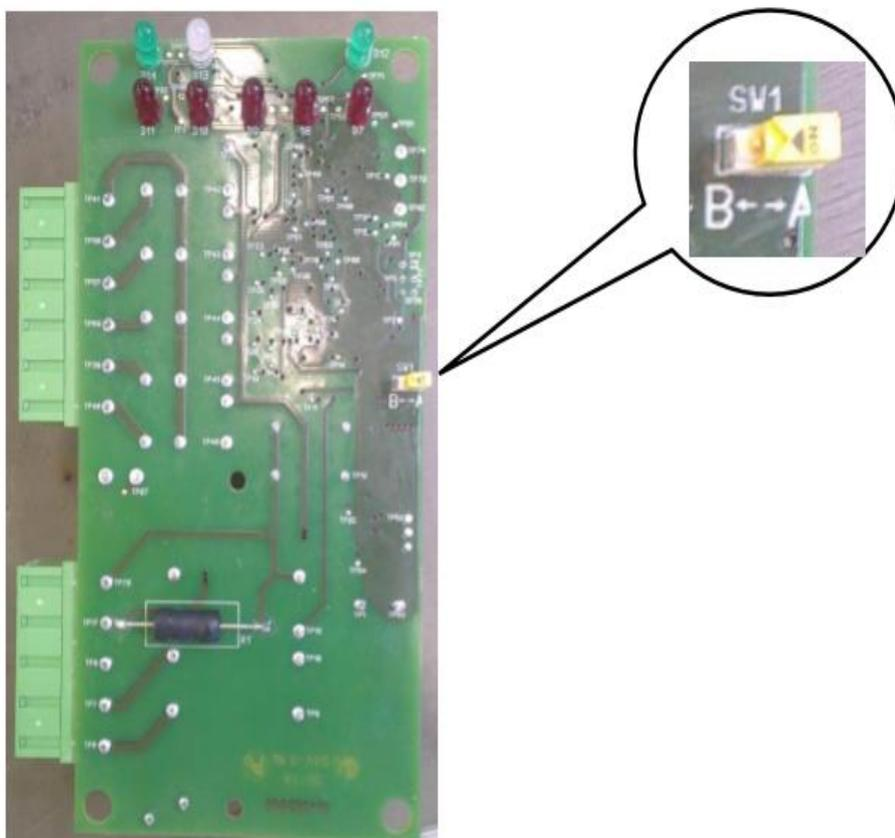

Figura 4 - Conmutador SW1 para la adquisición automática de pilas
- SW1 (ver Figura 4) para la auto adquisición para comprobar la solicitud de una nueva adquisición de la batería realizada por el Cliente (Cap. 3.2). El interruptor SW1 se coloca en la placa dentro del gabinete (Figura 4).
2. Cambie la posición de SW1 (vea la Figura 4). Si estaba previamente en la posición A, muévala a la posición B y viceversa. Al final, deje el interruptor en la posición en la que quedó (sin tener que cambiar su posición al final de la operación)
La figura 4 muestra la ubicación del conmutador SW1 en la placa.